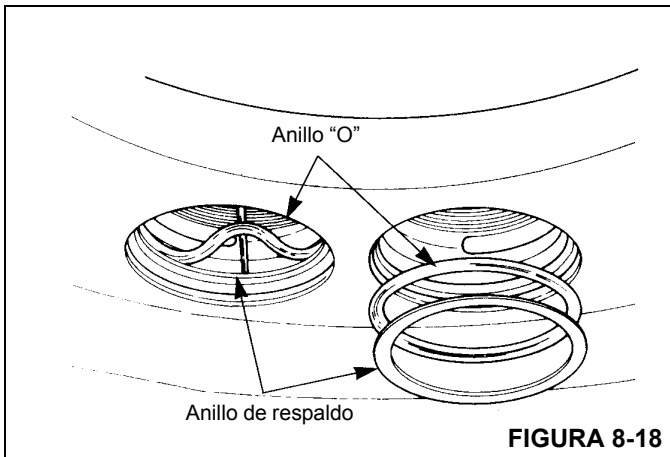

FIGURA 8-18
- 10. Retire y bote el anillo "O" y los anillos de respaldo. Consulte la Figura 8-18.